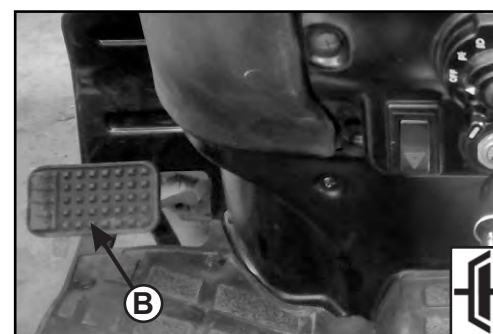

Fig. 4.8
4.8 Kupplungspedal (B), Abb. 4.8